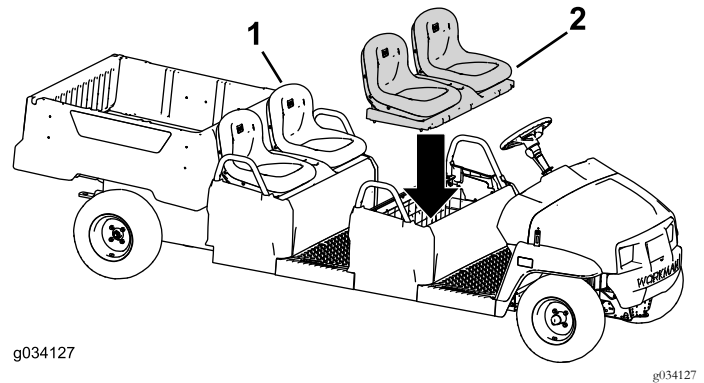

Bild 52
- Bauen Sie den Originalsitz an der hinteren Sitzreihe ein (Bild 52).
- Bauen Sie den Sitz an der vorderen Sitzreihe ein (Bild 52).